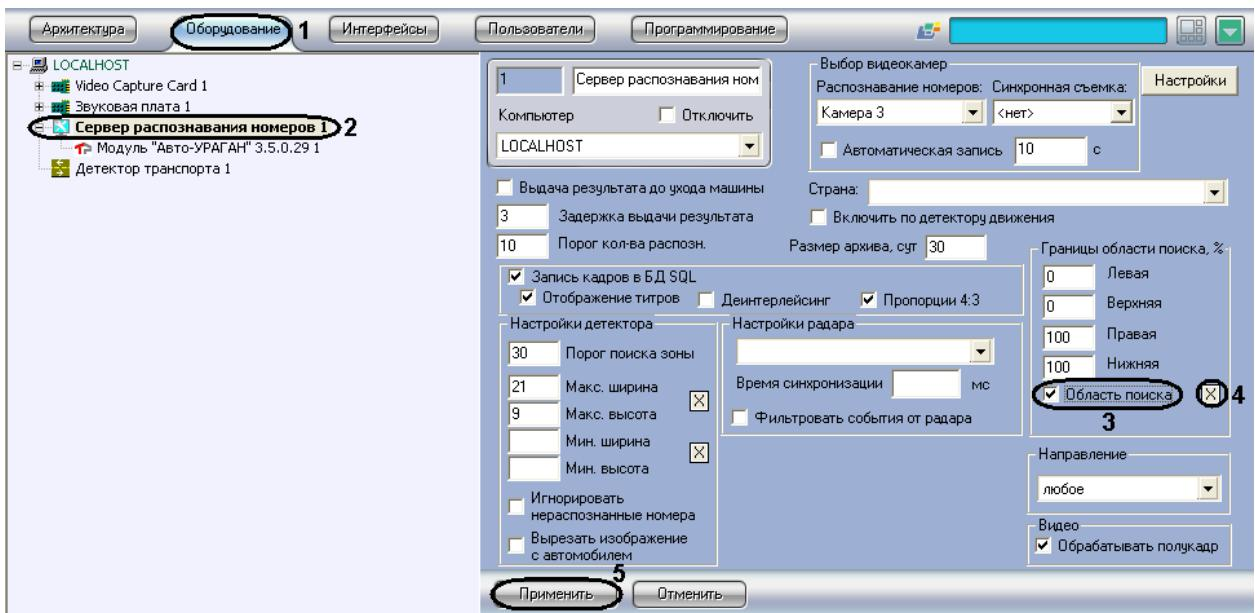

Рис. 7.2—22. Указание границ зоны поиска номерного знака
2. В дереве объектов на вкладке «Оборудование» выбрать объект «Сервер распознавания номеров», соответствующий активированному программному модулю «Авто-УРАГАН 3.5.0.29», «CARMEN-паркинг», «CARMEN-Авто», «ACCR» или «VIT» (см. раздел «Активация программного модуля, используемого для распознавания номеров», Рис. 7.2—22, 2). В правой части вкладки «Оборудование» отобразится панель настройки выбранного объекта.
3. Установить флагок «Область поиска» для активации функции указания границы зоны поиска номерного знака транспортного средства в кадре видеоизображения (см. Рис. 7.2—22, 3).